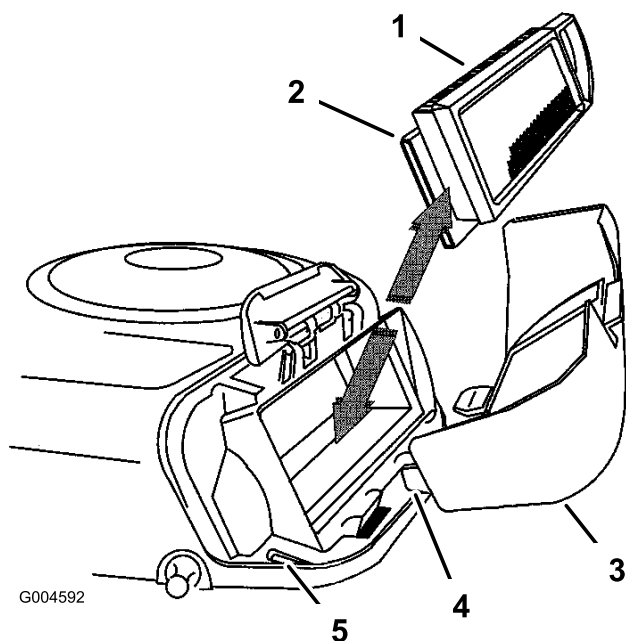

Bild 24
5. Skub forsigtigt papirindsatsen og skumindsatsen af blæserhuset (Bild 24).
3. Hægt håndtaget på dækslet, og tryk ned på håndtaget for at låse dækslet på plads (Bild 24).